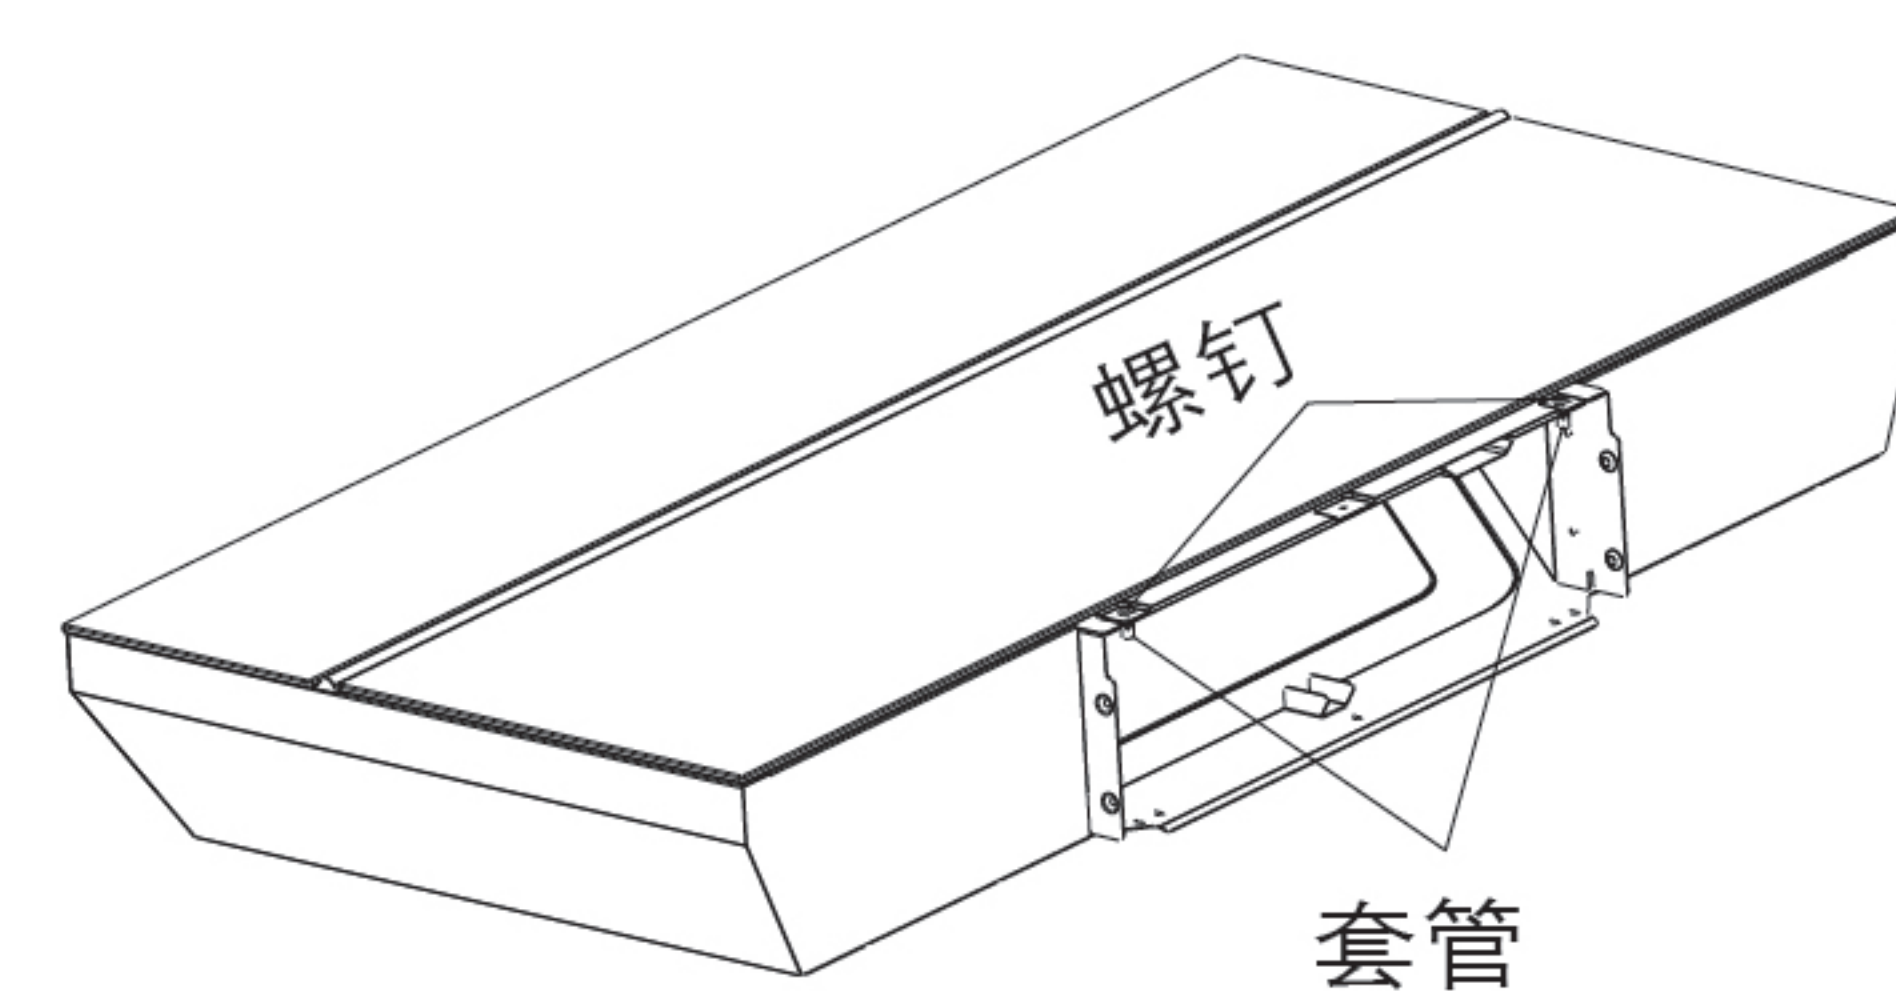

图12
3. 将吸油烟机的腔体水平放置；拆下这些螺钉下顶部的2颗螺钉和套管（如图12所示）；拆下卡在腔体内部连接线的连接接头，并将其放置在腔体组件外部。